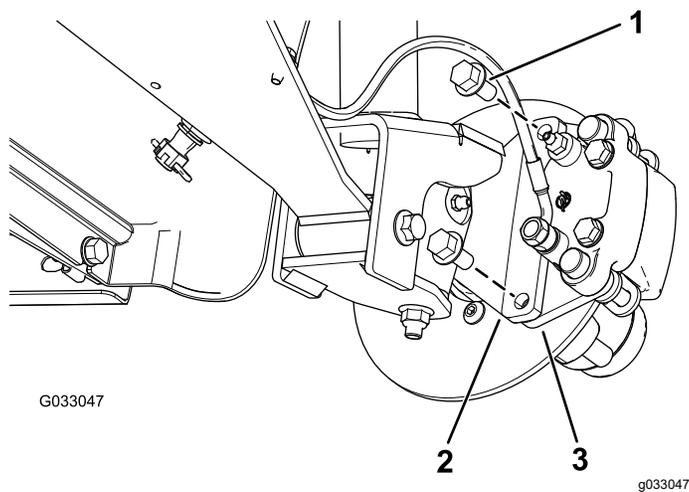

図 32
3. ブレーキアセンブリ用のブラケットをスピンドルに固定しているフランジヘッドボルト $\frac{3}{8}$ " x  $\frac{3}{4}$ "を外してスピンドルからブレーキを取り外す 図 32。